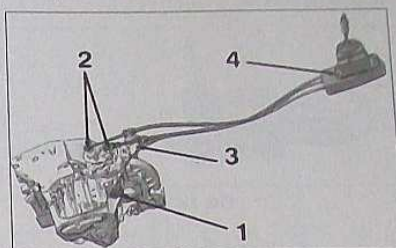

FIG. 10
Par le passage de roue gauche, déposer la vis de fixation (1) du câble de marche arrière et le dégager (Fig.10).
- désaccoupler les câbles de sélection et de passage des vitesses (2), en utilisant un levier approprié (outil Peugeot 0216-G1) (Fig.10).